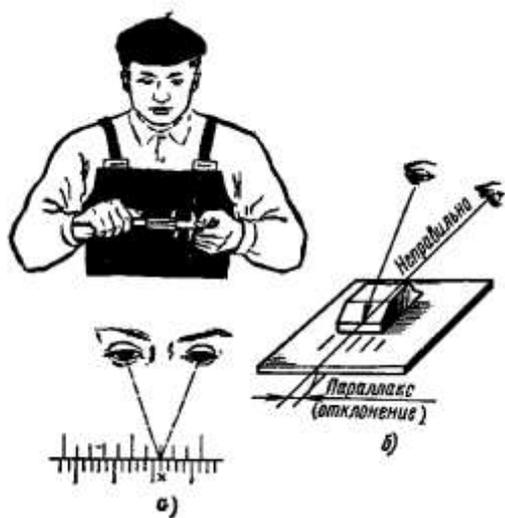

Рис. 5. Чтение показаний штангенциркуля
1. при чтении показаний штангенциркуль держать прямо перед глазами (рис. 5, а). Если смотреть на показания с боку (рис. 5, б), то это приведет к искажению и, следовательно, к неправильным результатам измерений. Для предупреждения искажений поверхность, на которой нанесена шкала нониуса, имеет скос для того, чтобы приблизить шкалу нониуса к основной шкале на штанге;
1. штангенциркуль держать прямо перед глазами (рис.5);